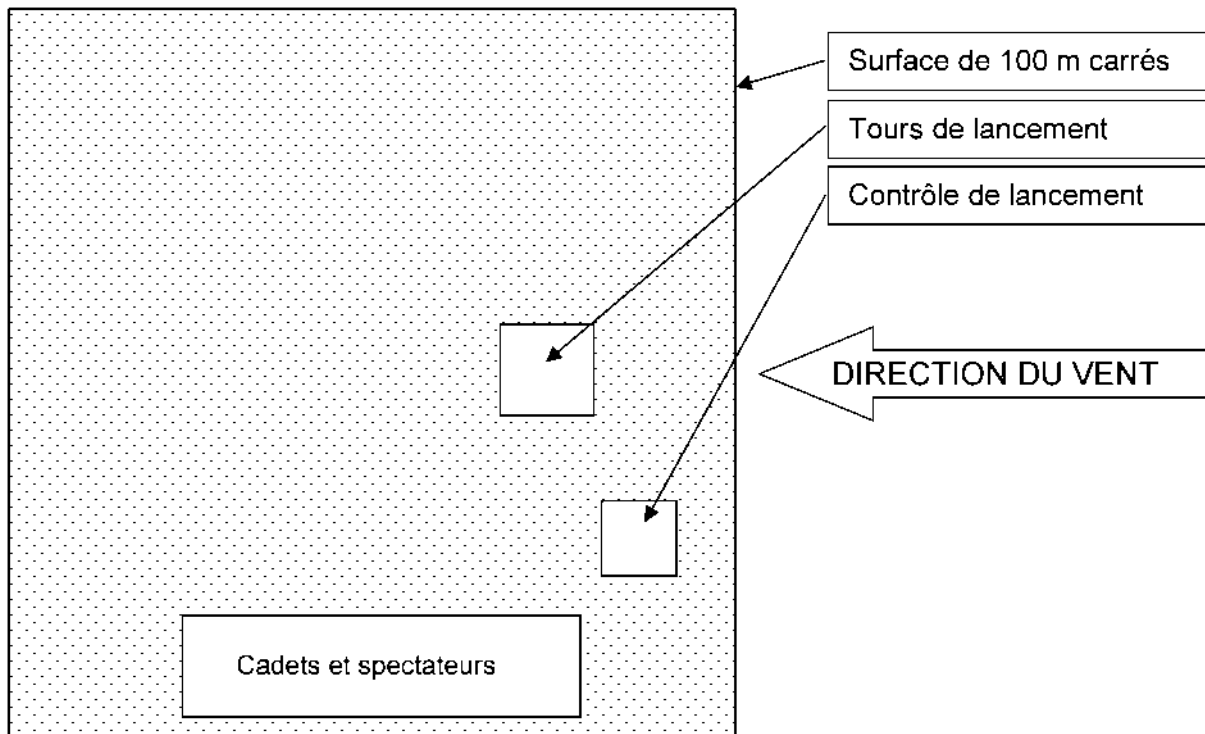

Figure A-1 Montage d'un site de lancement de fusée
3. Aménager le site de lancement de fusée tel qu'indiqué à la figure A-1. Il faut tenir compte de la direction du vent en plaçant les tours plus près du côté du terrain qui est exposé au vent.